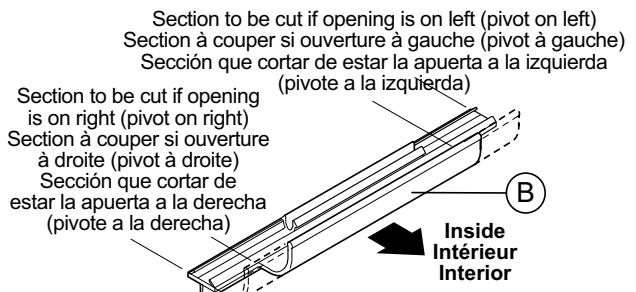
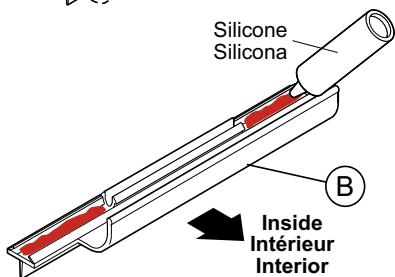

Fig. 3.1
Fig. 3.2
- The direction of the opening must be determined before the drainage bar is installed.** Once the direction has been chosen, cut the appropriate section (Fig. 3.1) measuring 0.55". Apply silicon on the bar as described in Fig. 3.2.
- Le sens de l'ouverture de la porte doit être déterminé avant l'installation de la barre d'égouttement.** Une fois le sens sélectionné, coupez la section appropriée (Fig. 3.1) sur une longueur de 14 mm. Appliquez de la silicone sur la barre, comme illustré à la Fig. 3.2.
- El sentido de la apertura debe determinarse antes de la instalación de la barra de escurrimiento. Tras decidir el sentido, corte la sección apropiada (Fig. 3.1) sobre 14 mm de largo. Aplique silicona en la barra, como ilustra la Fig. 3.2.